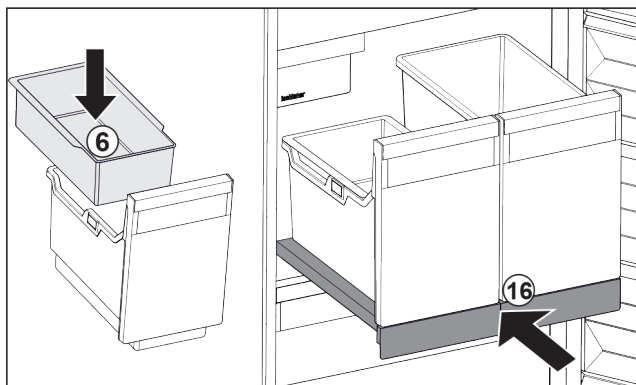

Fig. 125
- Vendosni tasën me varje Fig. 125 (6) për kubat e akullit.
- Shtyni brenda raftin me tërheqje me kutinë (IceTower). Fig. 125 (16)